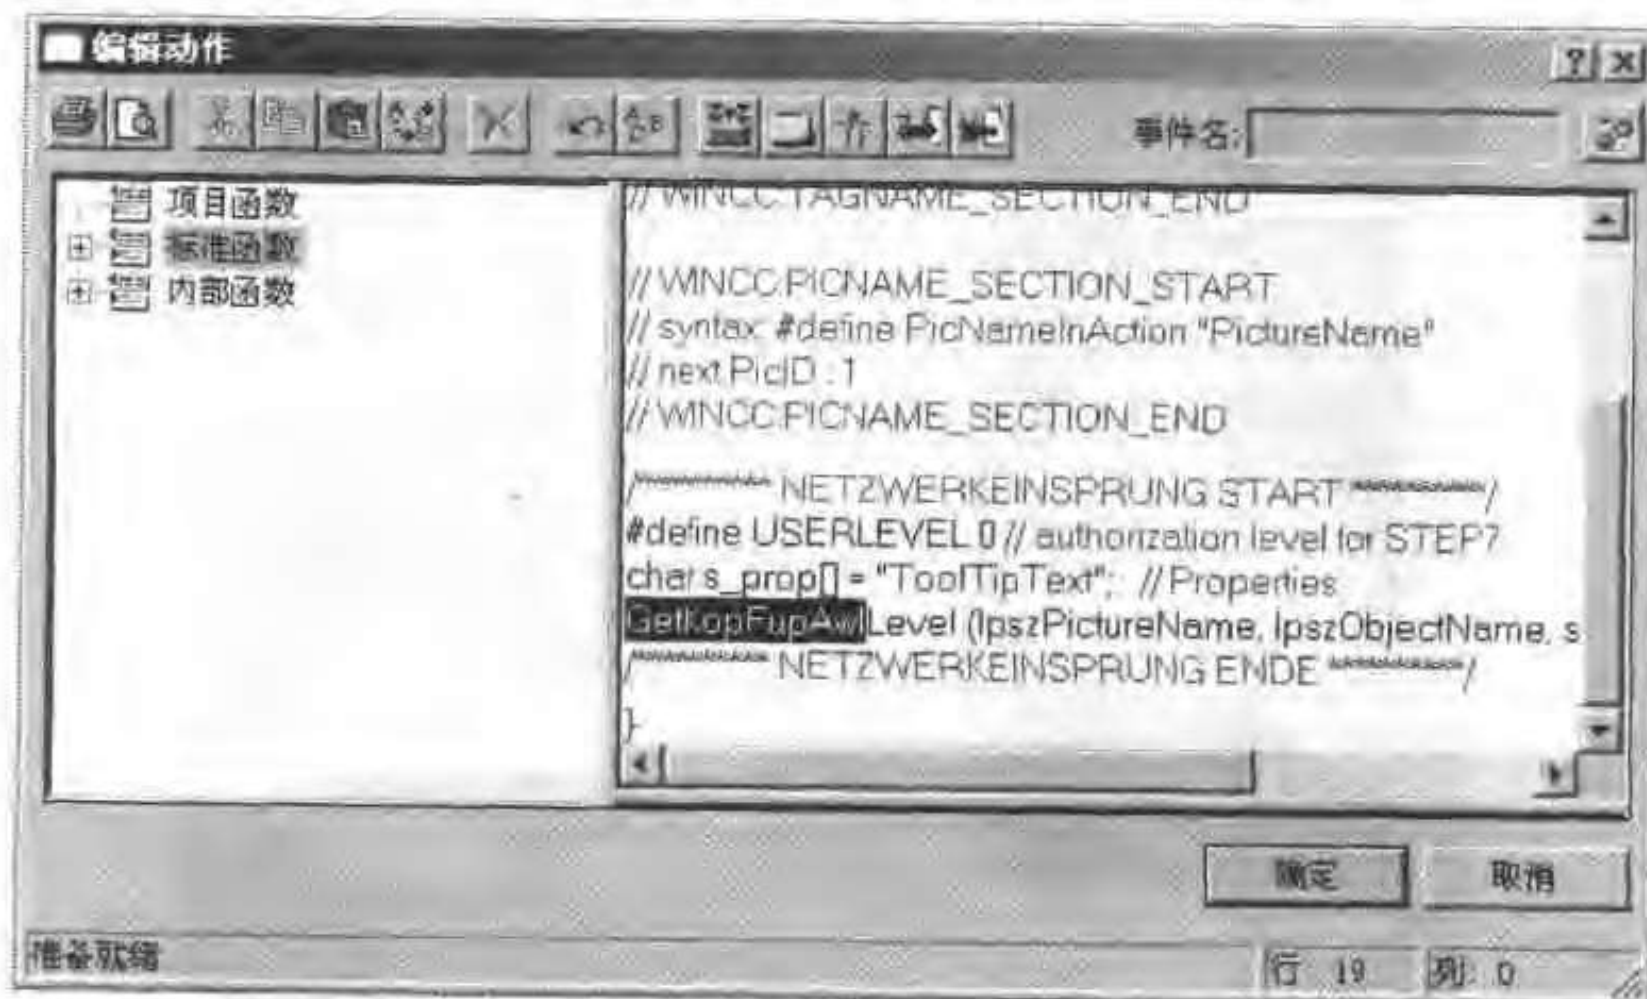

图 13-19 脚本编辑器
- 双击“动作”列中的符号,编辑器打开,显示脚本,如图 13-19 所示。